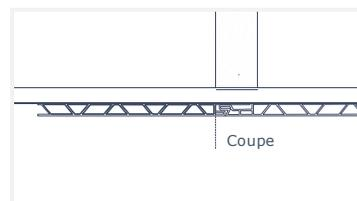

Fig. 32
4. Sur le côté rainure qui reste, faites une autre coupe à côté du joint du panneau (Fig. 32).